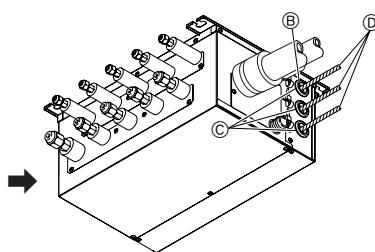

Fig. 9-2
3. Στερεώστε τα καλώδια στο κουτί διακλάδωσης. (Fig. 9-2)
7. Όταν το κουτί διακλάδωσης εγκατασταθεί σε εξωτερικούς χώρους, πρέπει να φροντίσετε να σφραγίσετε με στόκο τα ανοιγόματα από όπου περνούν τα καλώδια για να μην εισχωρήσει το νερό της βροχής. (Fig. 9-2)